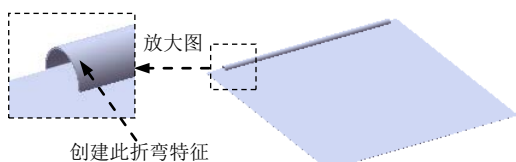
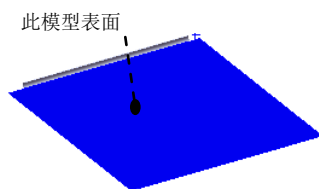

图 17.12.17 创建绘制的折弯 1
图 17.12.18 定义草图平面
Step4. 创建图 17.12.17 所示的钣金特征——绘制的折弯 1。
(1) 选择命令。选择下拉菜单 **插入(I)** → **钣金(B)** →  **绘制的折弯(S)...** 命令。
(2) 定义草图平面。选取图 17.12.18 所示的模型表面为草图平面。